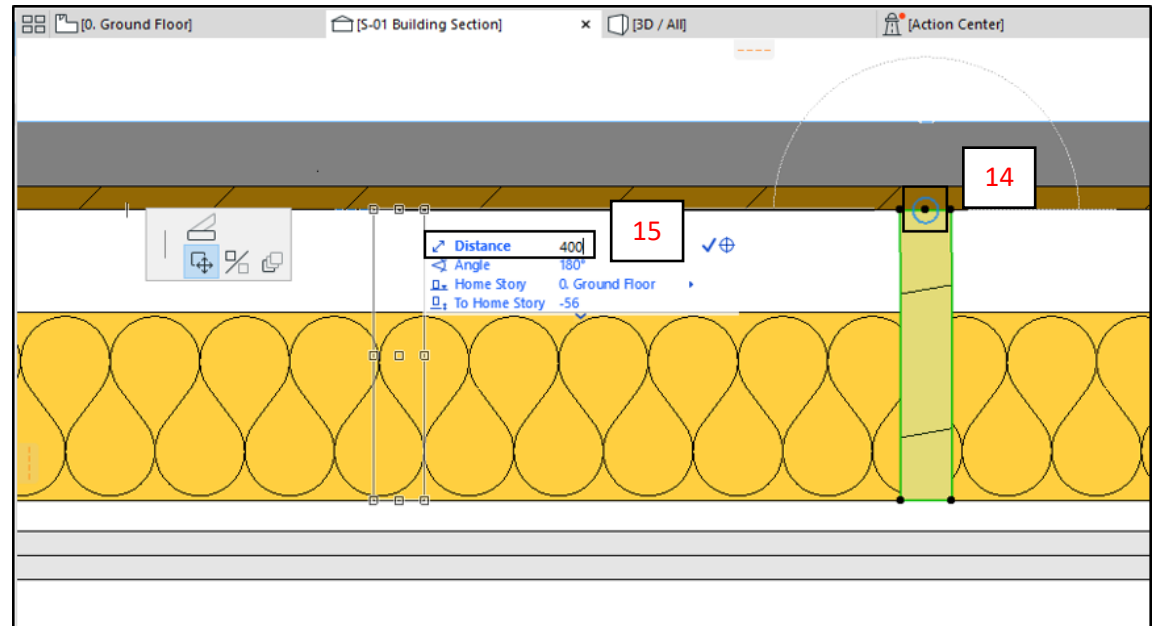

Fig. 24
- H. Seleccionar un punto del elemento con el cursor (en este caso, el punto medio de la arista superior de la viga) (14). (*Fig. 24*)
- I. Desplazar la copia de viga hacia la izquierda e insertar el distanciamiento requerido (ver detalle solución constructiva) (15). (*Fig. 24*)
- L. Una vez posicionados todos los elementos obtendrá un resultado similar al que se muestra en la *Fig. 24*.